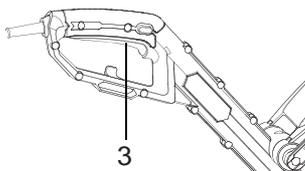

Fig. 7
- > Faites une boucle au câble et accrochez-la au détendeur de câble situé sur la poignée (Fig.7,8).